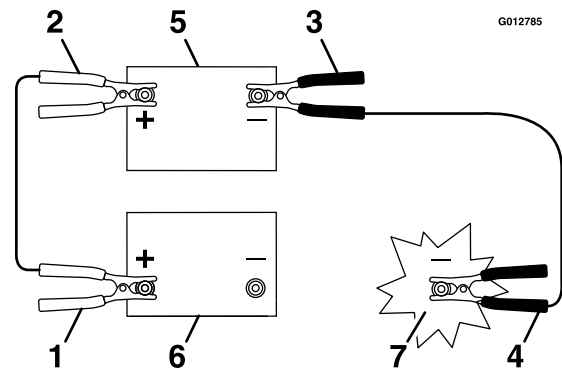

Figura 54
3. Conecte el cable positivo (+) al borne positivo (+) de la batería descargada que está conectado al motor de arranque o al solenoide (Figura 54).